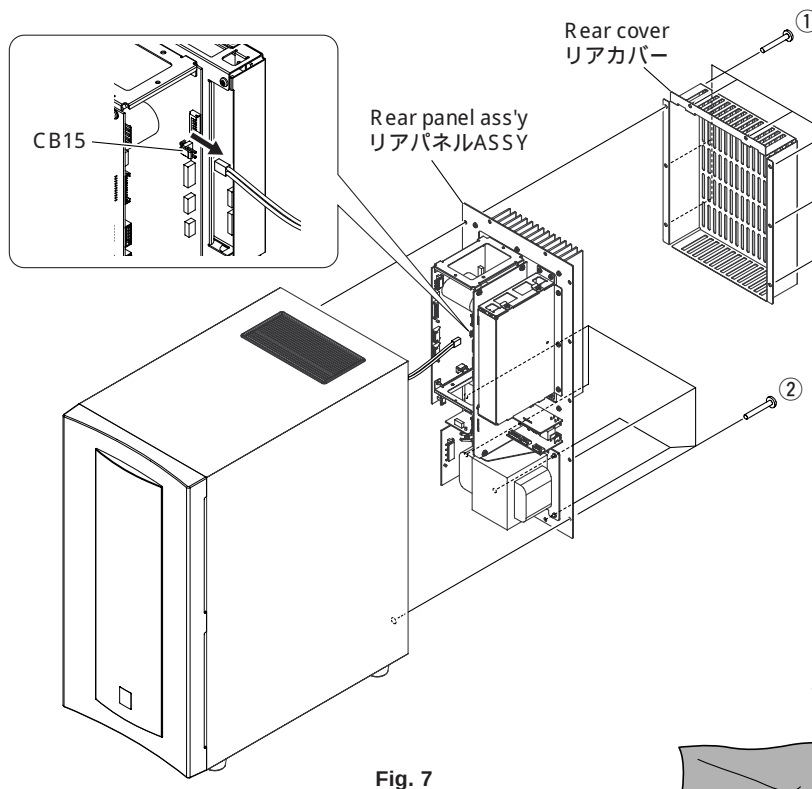

Fig. 7
- Remove 8 screws (①). (Fig. 7)
- Remove the rear cover. (Fig. 7)
- Remove 6 screws (②). (Fig. 7)
- Pull out the rear panel ass'y slowly. (Fig. 7)
- Remove CB15. (Fig. 7)
- Remove the rear panel ass'y. (Fig. 7)
- ① のネジ 8 本を外します。 (Fig. 7)
- リアカバーを取り外します。 (Fig. 7)
- ② のネジ 6 本を外します。 (Fig. 7)
- リアパネルASSY をゆっくり引き出します。 (Fig. 7)
- CB15 を外します。 (Fig. 7)
- リアパネルASSY を取り外します。 (Fig. 7)